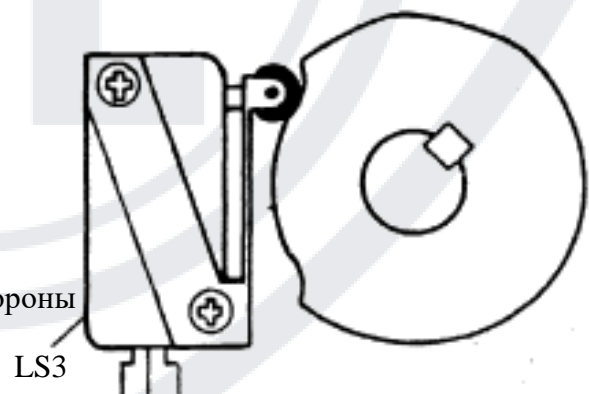

Рис. 23 LS3
**Сварочный прижим и зажим:** Чтобы отрегулировать зазор между сварочным прижимом и зажимом, Рис. 23 необходимо:
**Решение:** Разберите ролик и устранили засор. Раздел «Сервисная регулировка и настройка», рис. 23.
**Решение:** 1. Замените и отрегулируйте LS3, см. Рис. 23. 2. Настройте LS3. 3. Отрегулируйте зазор, как описано в разделе «Сервисная регулировка и настройка». 4. Поверните сварочный прижим на 180 °, чтобы привести в действие новую режущую поверхность.